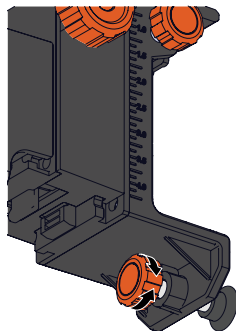

Figura 37
6. El accesorio de montaje en riel también se puede colgar en un clavo con el orificio de montaje. Gire la perilla en el tornillo de nivelación para asegurarse de que la posición de la unidad esté nivelada. El tornillo de nivelación tiene una pata de goma antiarañazos para evitar dañar las superficies. (Figura 37)